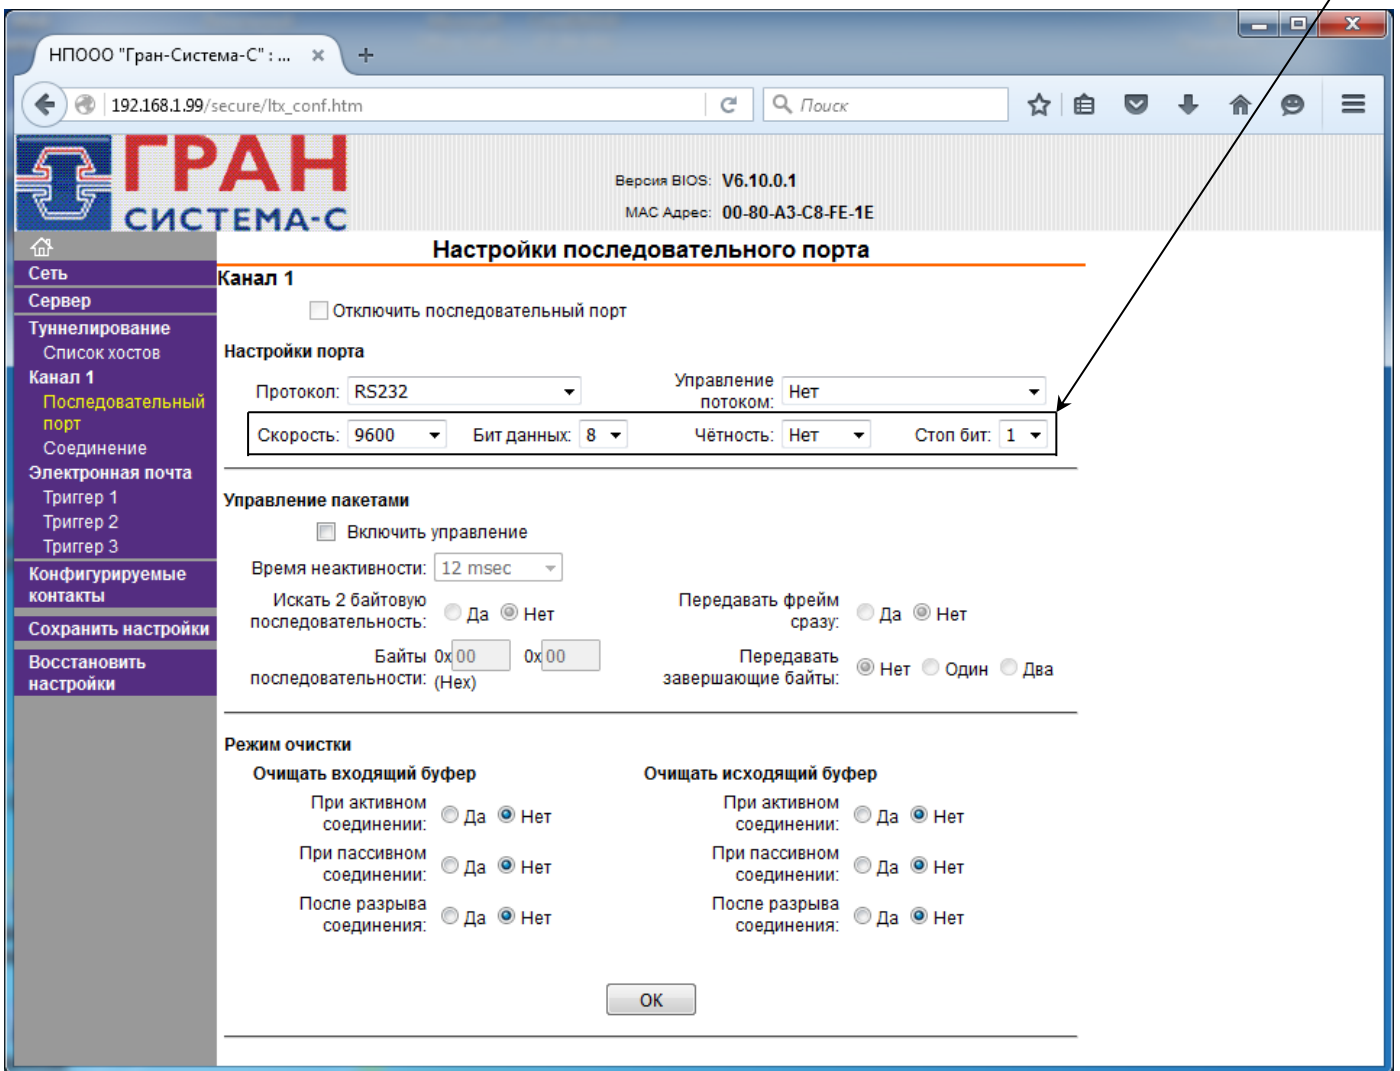

Рисунок 3.7 – Меню «Настройки последовательного порта»
- **«Последовательный порт»** – для изменения параметров последовательных портов (рисунок 3.7).